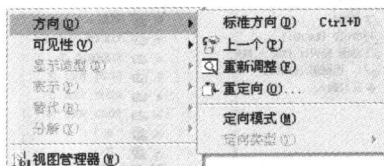

图 1-9 子菜单
(2) 子菜单: 当菜单中某个选项右边出现三角符号时, 则表示该选项有子菜单, 选中此项后, 系统便会弹出此菜单, 如图 1-9 所示。